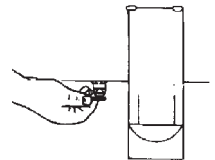

FIGURA 10
9. Abra el purgador **7** para drenar el condensado (agua) del reservatorio (tanque) de aire y ciérrelo enseguida (Figura 10).
- A. Drene el condensado (agua) del interior del tanque através del purgador 7 (Figura 10, pág. 29).